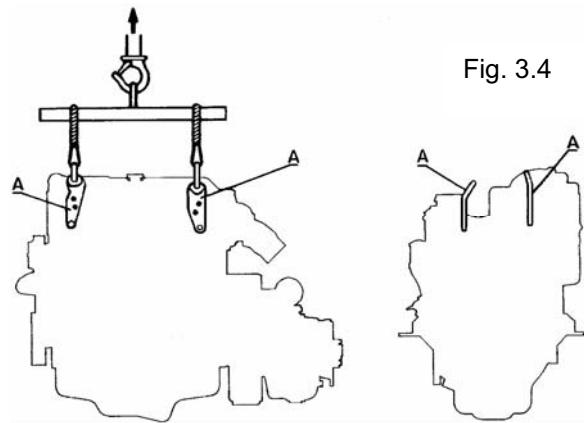

Fig. 3.4
Als de motor is uitgepakt en gereed voor transport, dient dit UITSLUITEND te gebeuren met geschikte hefogen (A), zie fig. 3.4.